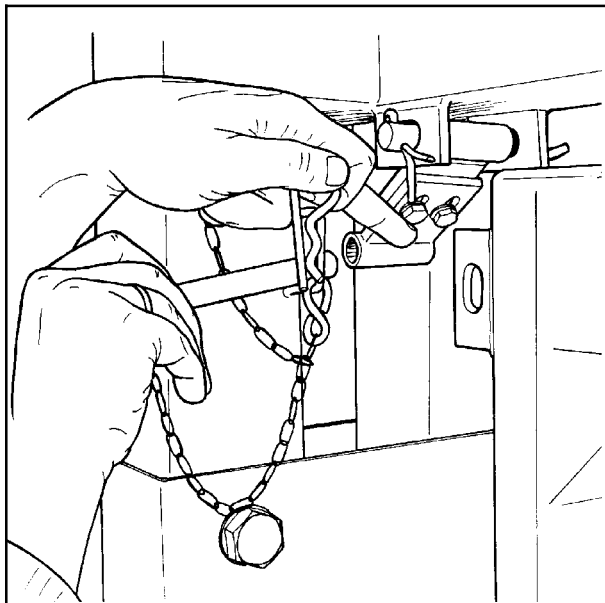

Fig. 4-6
6. Ta ut låsebolten som holder sveivearmen fast til ramma under transport. (Se fig. 4-6).